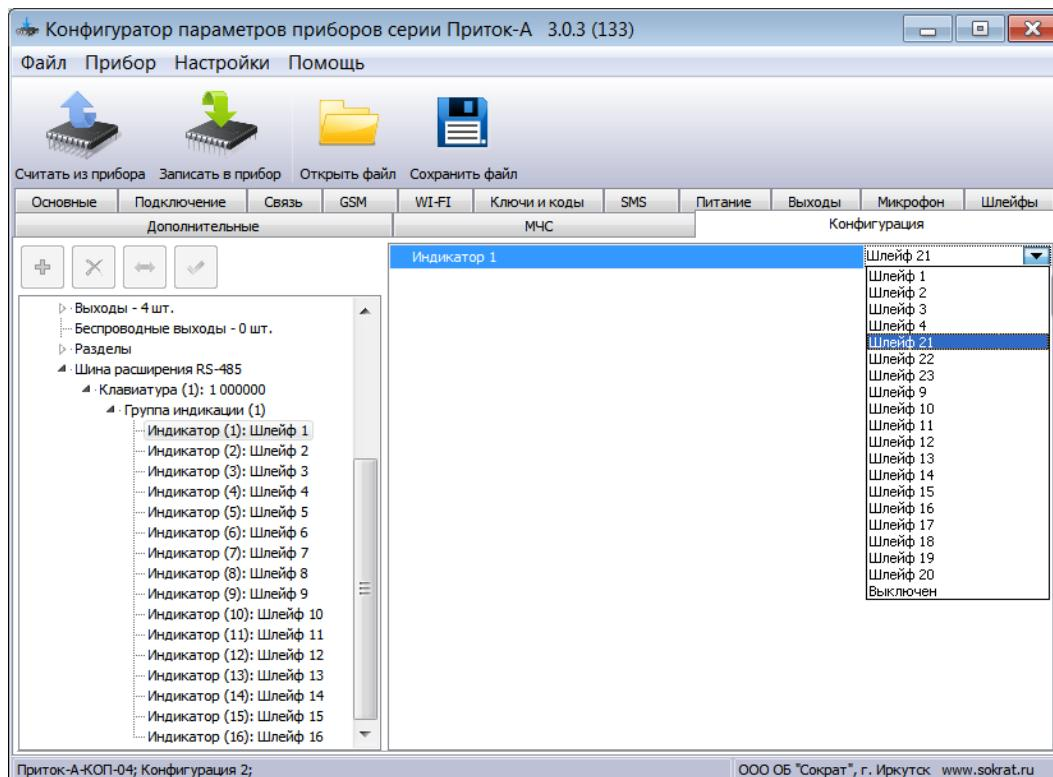

Рисунок 5
2. В поле «**Группа индикации** → «**Индикатор (1)**»: из выпадающего меню выбрать шлейф, начиная с которого будут отображаться последовательно 30 шлейфов (см. Рисунок 5)
4. Для приведенного примера (см. Рисунок 5) МИ-30 будет отображать состояние шлейфов с 21 по 50 включительно.